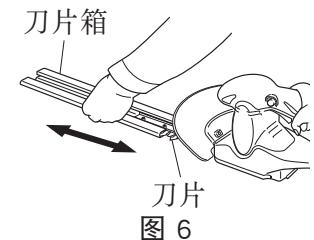

图 6
### 3. 刀片箱 (图 6) (CH10DL (CG)、CH10DL 的标准附件)